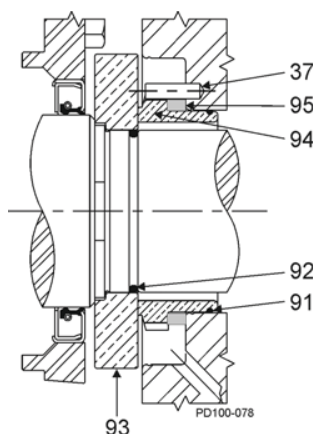

Abbildung 42 - einfach wirkende Gleitringdichtung
1. Schmieren Sie den O-Ring der Welle (Abbildung 42, Pos. 92) mit einer Schmiermittelmischung, die mit dem O-Ring-Material und der/ den Prozessflüssigkeit(en) kompatibel ist. Setzen Sie den O-Ring auf die Welle.